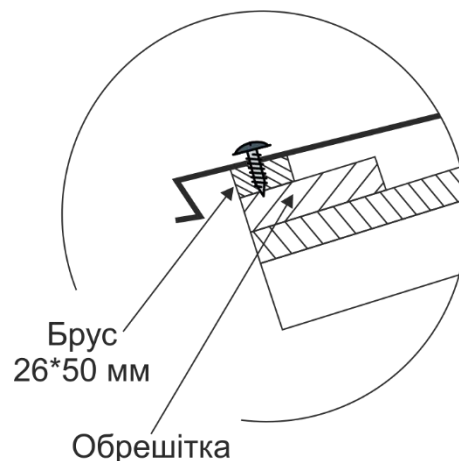

Рисунок 4. Кріплення металочерепиці до карнизу з використанням додаткового бруса
3.13 Можна не встановлювати стартові кронштейни, встановивши до карнизу брус 26x50 мм., на який безпосередньо кріпитися металочерепиця саморізами зовні. Всі інші модулі кріпляться в верхньому кінці кожного листа у Z-lock зоні (рис.4).